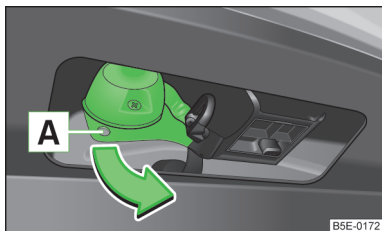

Abb. 151
- ▶ Vor der Verbindung mit dem Anhänger die 13-polige Steckdose im Bereich **A** » Abb. 151 fassen und in Pfeilrichtung ausschwenken.